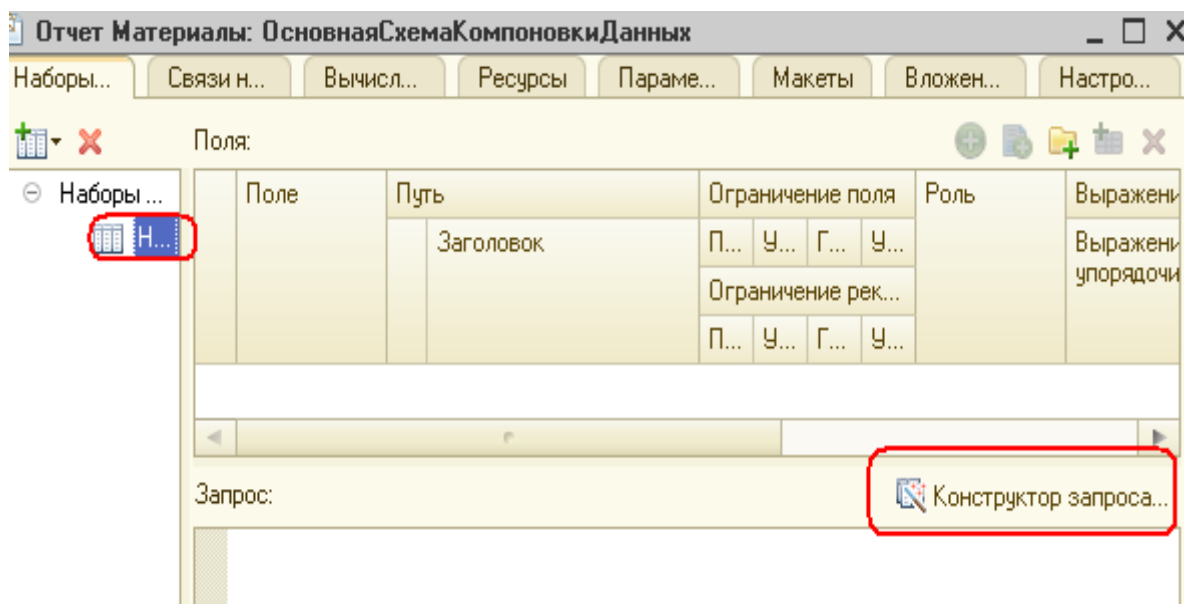

Рисунок 3.5 – Конструктор запроса
**Текст запроса.** Для того чтобы создать текст запроса, запустим конструктор запроса - нажмем кнопку **Конструктор запроса** (рис. 3.5).